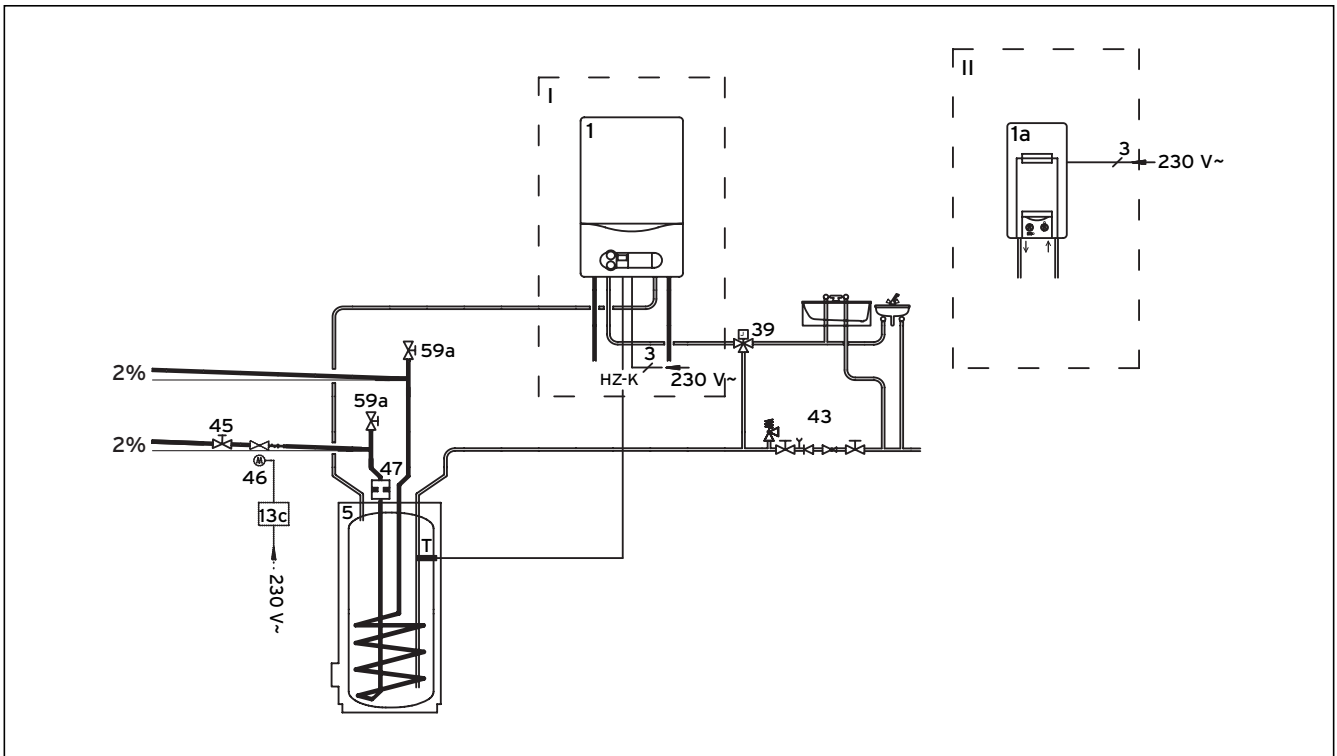

Fig. 6.1 Esquema de instalación (ejemplo)
El montaje de un diafragma de válvula de mariposa (incluido en el volumen de suministro) junto a la instalación de tuberías según el sistema Tichelmann garantizan un caudal homogéneo por todo el acumulador solar. El diafragma de la válvula de mariposa se debe montar en la conexión del retorno solar (véase fig. 6.1).
La válvula se debe montar en el retorno del acumulador solar para protegerlo de temperaturas altas (véase fig. 6.1).
El agua caliente del acumulador se puede ajustar a la temperatura máxima deseada mezclándola con agua fría mediante el montaje de un mezclador termostático de agua potable (véase fig. 6.1).
- Instale un dispositivo manual de purga (59a, fig. 6.1) cerca de las conexiones de la tubería de ida solar (3) y de la tubería de retorno solar (4).